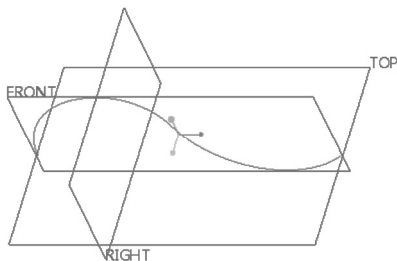

图 3-56 完成基准曲线
5) 单击 ✓ (确定) 按钮，完成绘制曲线并退出草绘模式。按〈Ctrl+D〉快捷键以默认的标准视角方位显示模型对象。完成的基准曲线如图 3-56 所示。